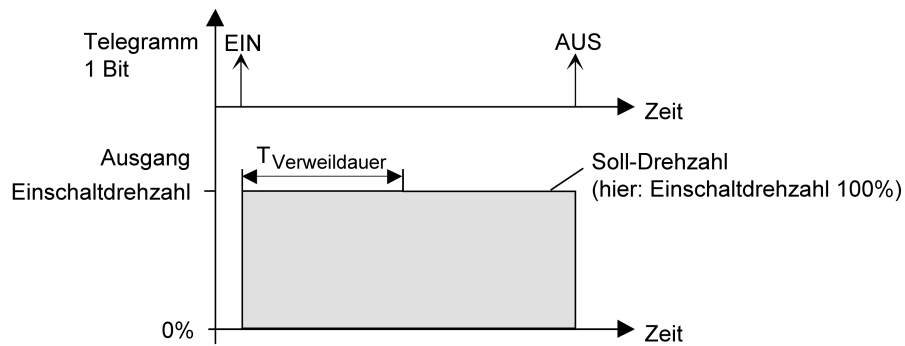
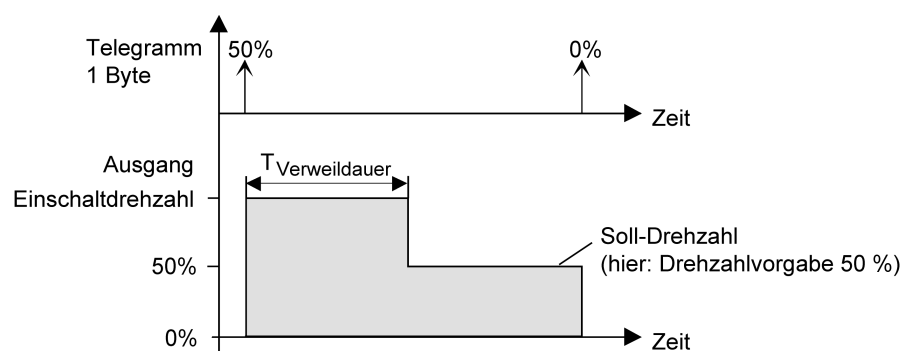
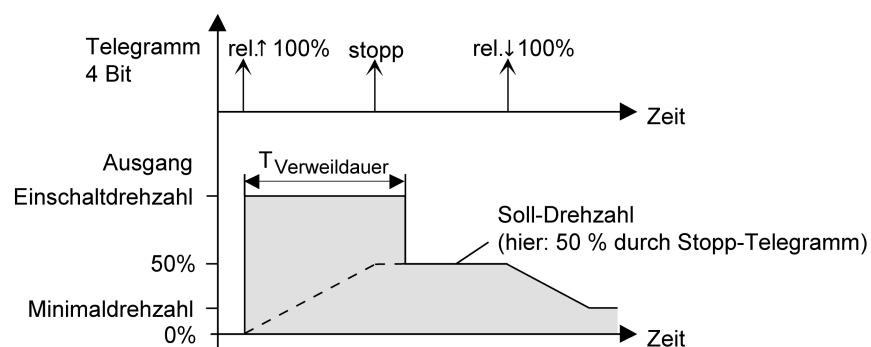

Bild 40: Einschalt Drehzahl und Soll-Drehzahl bei Schaltbefehlen
Bild 41: Einschalt Drehzahl und Soll-Drehzahl bei Wertbefehlen
Bild 42: Einschalt Drehzahl und Soll-Drehzahl bei relativen Dimmbefehlen
- i** Soll-Drehzahl: Die Soll-Drehzahl ergibt sich direkt aus Schaltbefehlen durch Schalt-Telegramme oder durch die Handbedienung. Die Soll-Drehzahl ist dann die Einschaltdrehzahl (Bild 40). Alternativ wird die Soll-Drehzahl unmittelbar durch Telegramme auf das Drehzahlobjekt oder durch Drehzahlvorgaben der Szenenfunktion oder Sperr- und Zwangsstellungsfunktionen festgelegt (Bild 41). Beim relativen Dimmen über ein 4 Bit Dimmtelegramm gibt die Schrittweite des Telegramms das Dimmziel und somit die Soll-Drehzahl vor. Wenn ein relativer Dimmbefehl durch ein Stopp-Telegramm angehalten wird (z. B. Taste am Tastsensor vorzeitig losgelassen), entscheidet der Zeitpunkt des Stopp-Telegramms, welche Drehzahl als Soll-Drehzahl eingestellt wird (Bild 42). Sofern das Stopp-Telegramm noch während der Verweildauer der Einschaltdrehzahl beim Aktor empfangen wird, berücksichtigt der Aktor die im Hintergrund nachgeführte und hochgedimmte Drehzahl zum Stoppzeitpunkt als Soll-Drehzahl. Wenn hingegen das Stopp-Telegramm bei Aktor eintrifft, nachdem die Verweildauer der Einschaltdrehzahl abgelaufen ist, stellt der Aktor die durch die Schrittweite des Dimmtelegramms vorgegebene Drehzahl als Soll-Drehzahl ein. Das Stopp-Telegramm wird in diesem Spezialfall verworfen. In der Regel senden Tastsensoren in der Standard-Konfiguration Dimmschrittweiten von 100 % aus. Das Stopp-Telegramm entscheidet dann, wann ein relativer Dimmvorgang vorzeitig abgebrochen wird. Kommt das relative Dimmen in der Betriebsart "Drehzahlsteller" zum Einsatz und ist eine relativ kurze Verweildauer zur Einschaltdrehzahl konfiguriert, sollten Tastsensoren auf kleinere Dimmschrittweiten mit Telegrammwiederholung umkonfiguriert werden. Hierbei ergibt sich der Vorteil, dass keine Stopp-Telegramme ausgesendet werden müssen, um Zwischenwerte des möglichen Dimmbereiches anzudimmen.